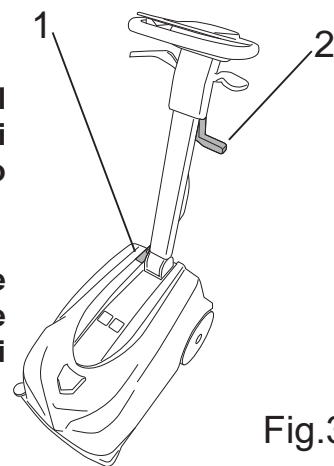

Fig.3
- Spegnere la macchina dall'interruttore generale (Fig.3-Rif.1).
- Sollevare lo squeegee attraverso la leva (Fig.3-Rif.2).